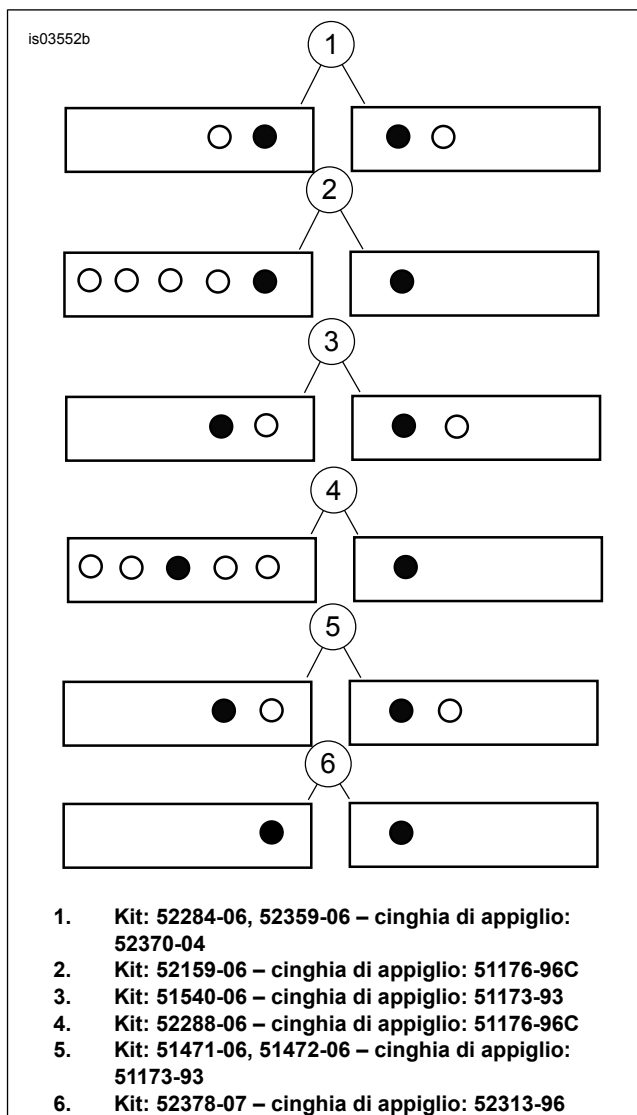
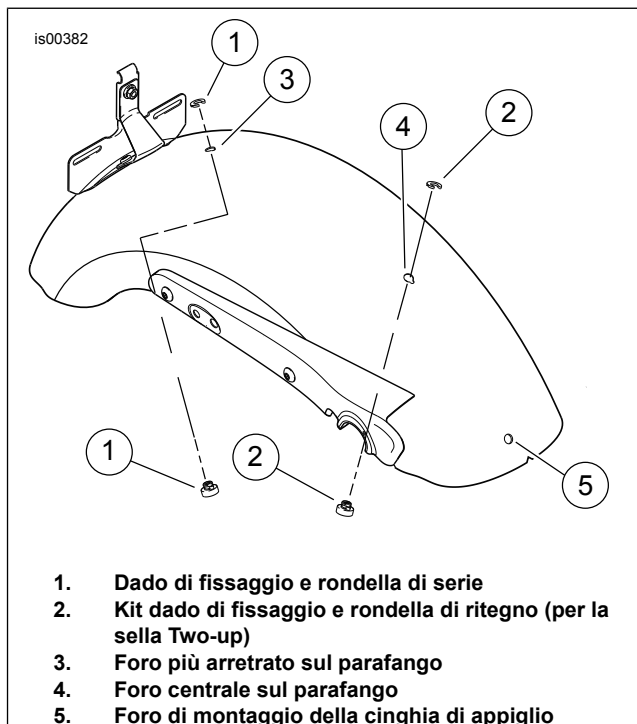
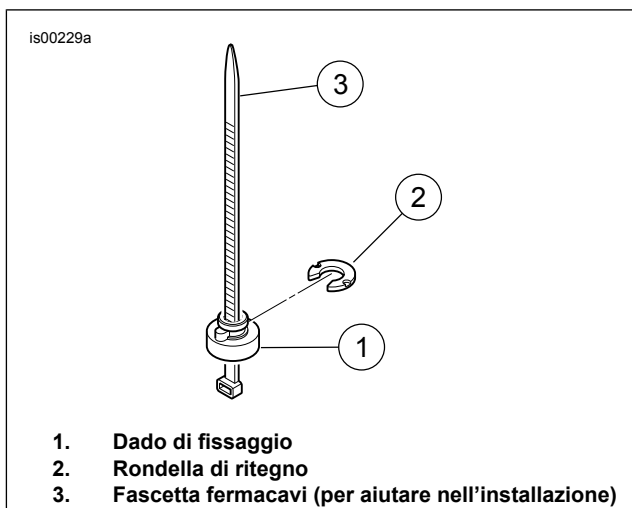
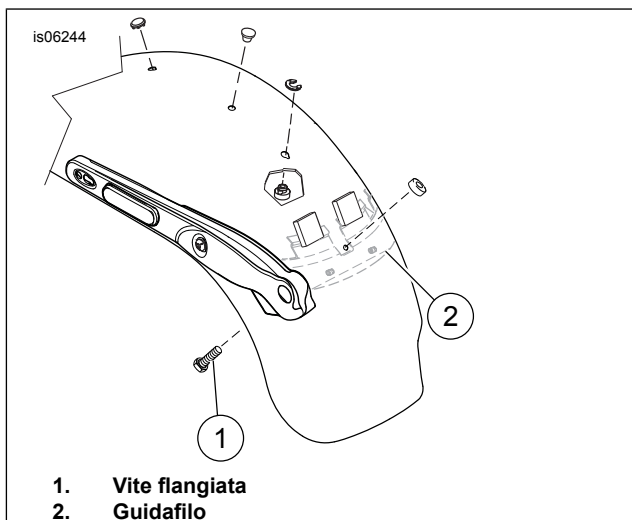

Figura 1. Installazione della cinghia di appiglio
Figura 2. Posizione del dado di fissaggio
Figura 3. Installazione del dado di fissaggio
Figura 4. Installazione della cinghia di appiglio – modelli FXDWG
3. Vedere Figura 1 per le informazioni sui fori con cui fissare alla sella la cinghia di appiglio (usare il foro pieno annerito nella figura). Montare la nuova cinghia di appiglio nella stessa posizione della cinghia precedente (riutilizzare la bulloneria esistente). Serrare ad una coppia di 6,78–10,17 N·m (60–90 in-lbs). **Per i modelli FXDWG 2010 e anni successivi:** Vedere Figura 4. Verificare che la testa della vite flangiata (1) non tocchi il guidafilo (2) e che sia installata contro il parafango.
2. Vedere Figura 2. Togliere il tappo di plastica dal foro più arretrato sul parafango (3).
4. Vedere Figura 3. Per agevolare la rimozione e l'installazione del dado di fissaggio e della rondella è possibile usare una fascetta fermacavi. Collocare il dado di fissaggio (1) sulla fascetta fermacavi (3) in modo che l'estremità larga del dado poggi sull'occhiello della fascetta. Passare la fascetta fermacavi in alto sotto il parafango e attraverso il foro più arretrato sul parafango. Tirare la fascetta fermacavi verso l'alto per tenere il dado stretto contro il lato inferiore del parafango.
5. Con la nervatura del dado di fissaggio inserita nella scanalatura del foro nel parafango, far scorrere al suo posto la rondella di ritegno (2) dalla parte posteriore. Questo bloccherà al suo posto il dado di fissaggio. Rimuovere la fascetta fermacavi.
7. Dall'interno del parafango, inserire la vite flangiata nel foro di montaggio della cinghia di appiglio sul parafango (Figura 2, elemento 5). Fissare la vite con il dado di fissaggio in plastica della sella. **Per i modelli FXDWG 2010 e anni successivi:** Vedere Figura 4. Verificare che la testa della vite flangiata (1) non tocchi il guidafilo (2) e che sia installata contro il parafango.
8. Montare la nuova cinghia per il passeggero del kit secondo gli schemi riportati nella Figura 1. Installare la rondella e il dado e serrare il dado ad una coppia di 6,78–10,17 N·m (60–90 in-lbs).